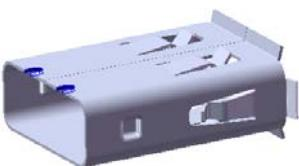
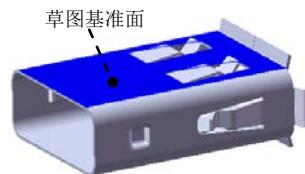
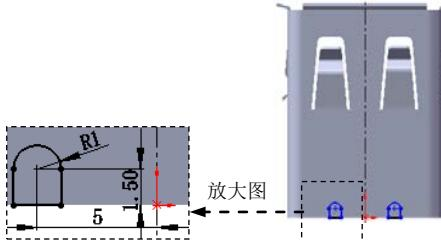

图 10.93 切除—拉伸 1
图 10.94 草图基准面
图 10.95 横断面草图
- (1) 选择命令。选择下拉菜单 **插入(I)** → **阵列/镜向(E)** → **镜向(M)…** 命令。
- (2) 定义镜像基准面。选取右视基准面作为镜像基准面。
- (3) 定义镜像对象。选择成形特征 1 作为镜像 2 的对象。
- (4) 单击 按钮，完成镜像 2 的创建。
Step31. 创建图 10.93 所示的切除—拉伸 1。
- (1) 选择命令。选择下拉菜单 **插入(I)** → **切除(C)** → **拉伸(E)…** 命令。
- (2) 定义特征的横断面草图。选取图 10.94 所示的模型表面作为草图基准面，绘制图 10.95 所示的横断面草图。